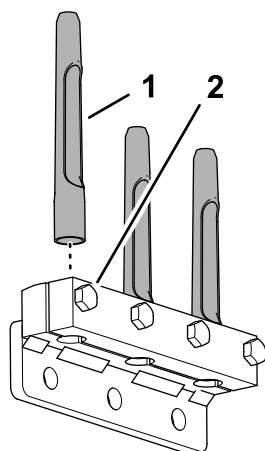

図 41
2. タインホルダーとタインランプにタインを取り付ける 図 41。